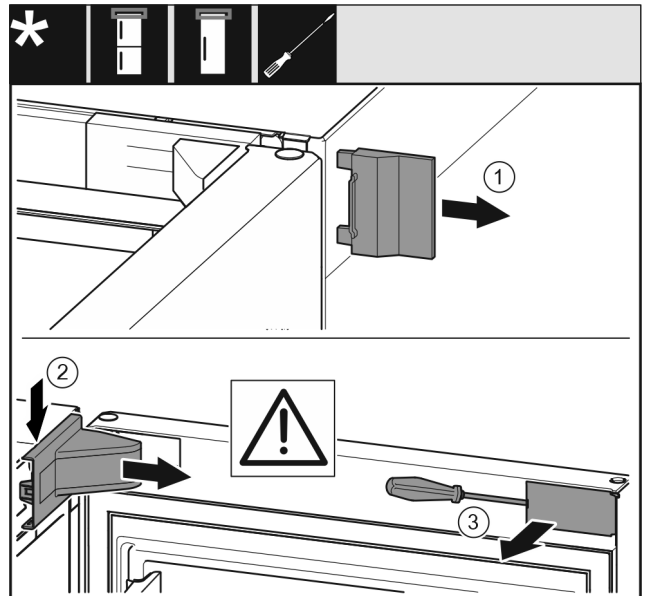

Fig. 8
- Снимите внешнюю крышку Fig. 8 (1).
- При помощи отвертки отцепите крышку опорного кронштейна Fig. 8 (2) и снимите ее.
- При помощи шлицевой отвертки отцепите накладку Fig. 8 (3) и отведите ее в сторону.